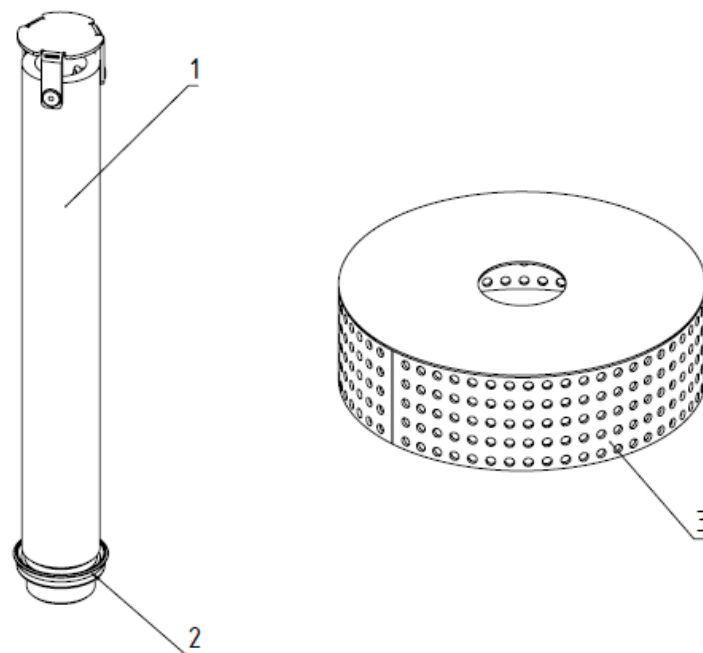

Рисунок 2 – Трубка перелива с фильтром.
- трубка перелива (переливной патрубком) с фильтром (рис. 2, поз. 1 и 3), трубка перелива служит для слива излишка воды в канализацию;